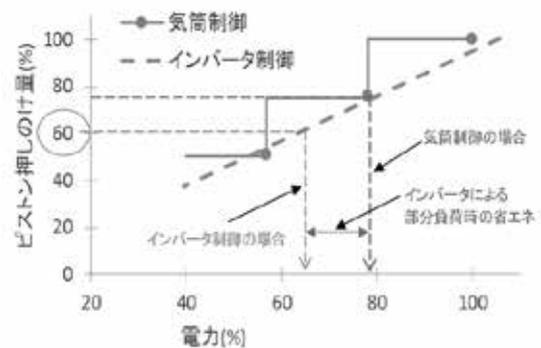

図1 容量制御 (段階制御と回転数制御)
- 容量制御は各バンクをアンロードさせる段階制御方式の他に、インバータ駆動による回転数制御方式も可能とし、冷凍機1台で複数の冷蔵庫を冷却する場合や細かな容量制御が必要な場合に無効動力を低減させ、省エネ効果を大きくしている。図1は単段機での段階制御と回転数制御時の電力消費比率のグラフである。